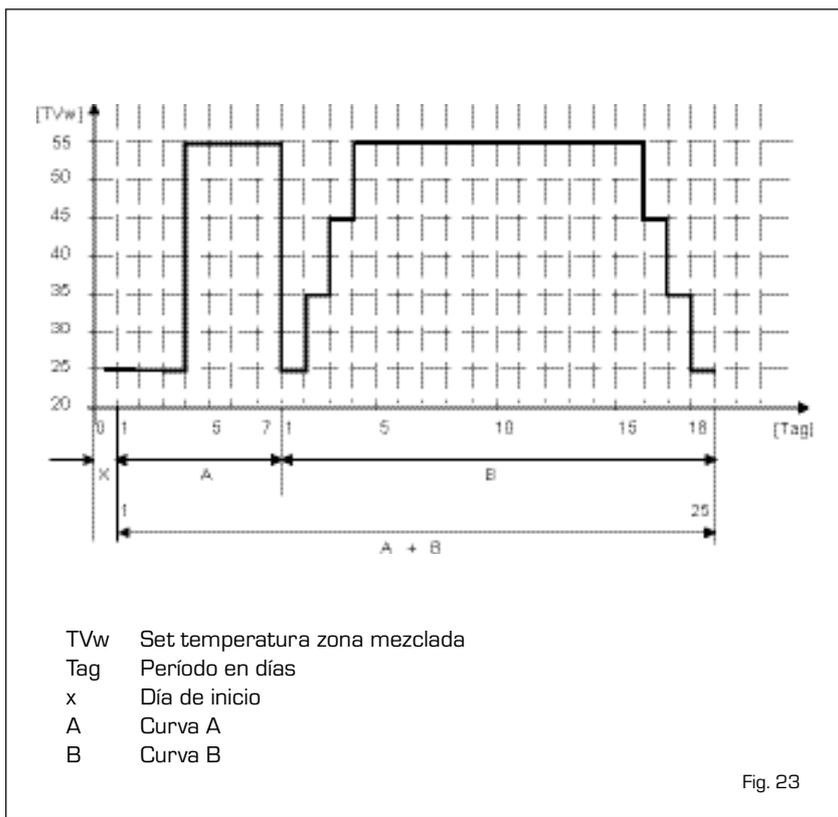

Fig. 23
4.5.2 Función de secado de la losa (fig. 23)
El gráfico de la fig. 23 indica la evolución de